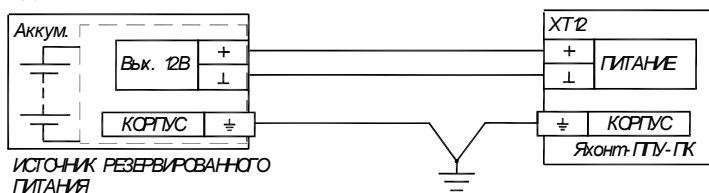

Рис. 2.1. Подключение источника питания.
1) Подключение к внешнему **источнику бесперебойного питания** осуществляется, как показано на рис. 2.1. Описание и характеристики входа питания ХТ12 приведены в п.п. 1.2.4.1-1.2.4.3.